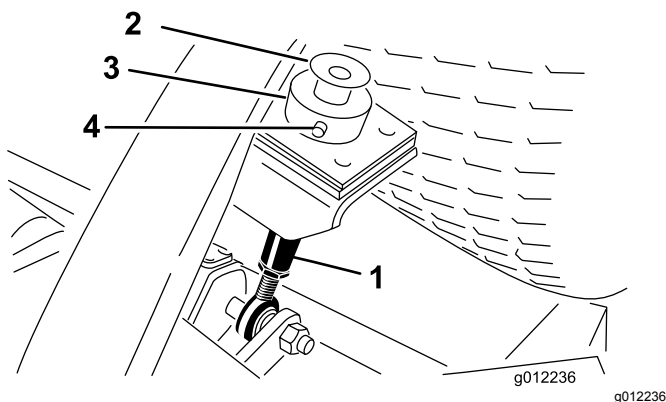

**Figura 22**
2. Togliete il tappo di riempimento/asta di livello da sopra gli ingranaggi (Figura 22) e verificate che il lubrificante si trovi tra i segni riportati sull'asta. Se il lubrificante è insufficiente, rabboccatelo fino a raggiungere il livello compreso tra i segni.